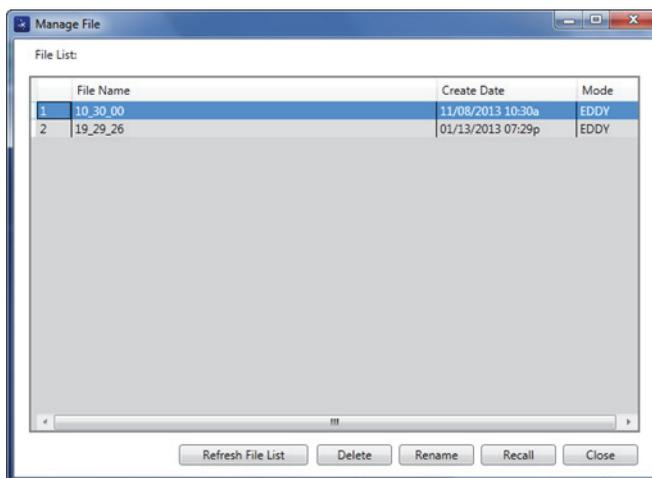

图 6-22 管理文件对话框
出现 **Manage File**（管理文件）对话框（参见第 311 页的图 6-22）。
1. 在 **Manage File**（管理文件）对话框中，选择要重命名的文件，然后点击 **Rename**（重命名）（参见第 311 页的图 6-22）。
1. 在 **Manage File**（管理文件）对话框中，选择要被调用的文件，然后点击 **Recall**（调用）（参见第 311 页的图 6-22）。
- ◆ 在 **Manage File**（管理文件）对话框中，点击 **Refresh File List**（刷新文件列表）（参见第 311 页的图 6-22）。